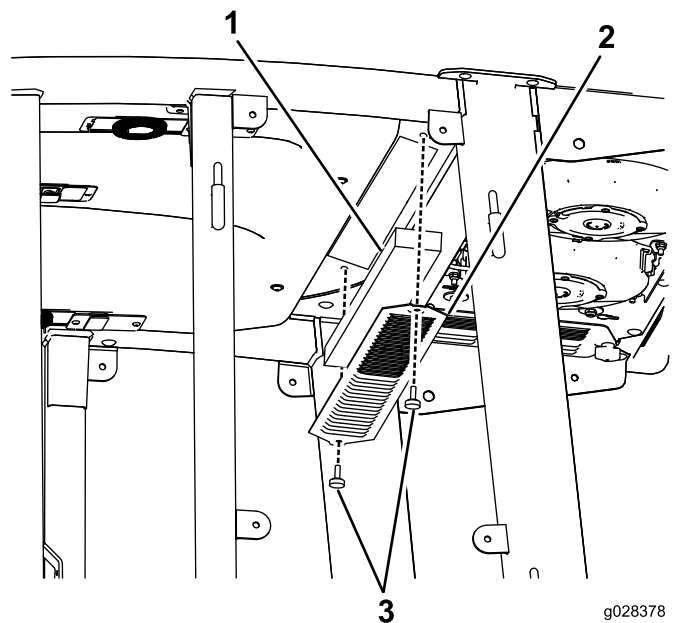

Figura 138
- Togliete il tetto della cabina rimuovendo i 22 bulloni che fissano il tetto (Figura 138).
- Togliete i filtri dell'aria (Figura 138).
- Rimuovete e pulite le serpentine refrigeranti (Figura 138).